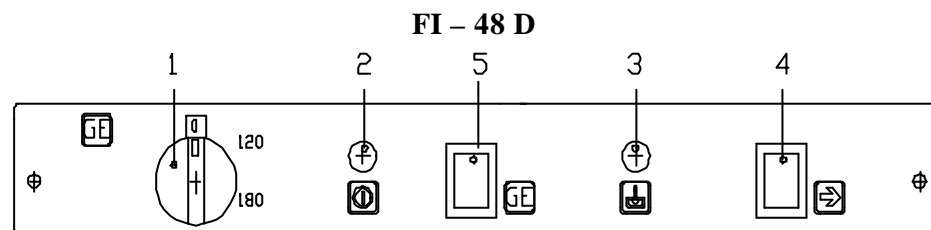

Fig. 10
- Posicionar el conmutador (1) (Fig. 10) en
- Pulsar el interruptor (5) (Fig. 10) durante unos segundos hasta que quede encendido el piloto (4).
- Al cabo de 20 minutos aproximadamente se apagará el piloto (4) (Fig. 10) indicando que ha